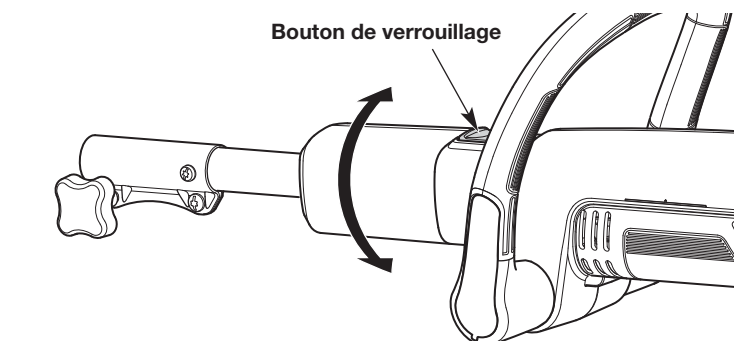

Fig. 2
1. Appuyez fermement sur le bouton de verrouillage et tournez la perche à la position désirée (Fig. 2).